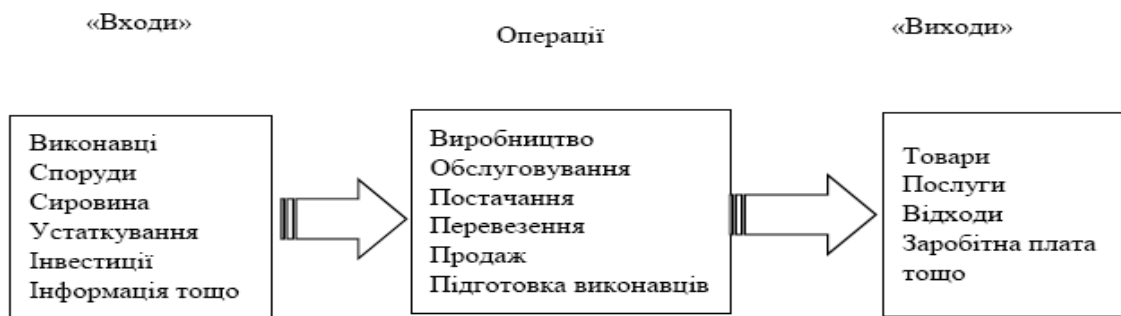

Рис. 1.1 Набір операцій, що необхідні для перетворення вхідних складових у готовий продукт
Оснoву діяльності будь-якої організації складають операції, для здійснення яких необхідні різні вхідні складові, що при перетворенні втілюються у бажані комбінації для клієнтів (рис. 1.1).
1) Необхідно скласти подібну наведеній схему (див рис.1.1), яка буде містити якнайповніший перелік конкретних операцій ресторану по трансформації (переробці) вхідних складових у готові страви для клієнтів.